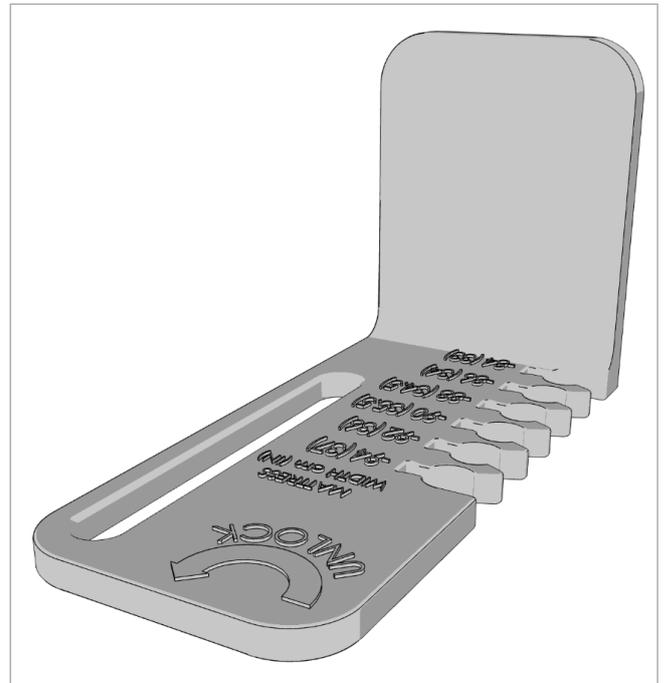

Figure 8.12
13. Repérez les quatre guides de matelas comme indiqué dans la Figure 8.12.